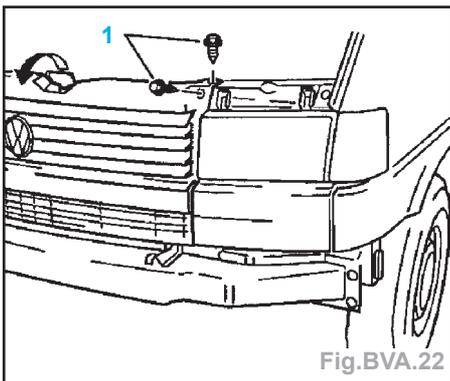

Fig.BVA.22
- Déposer les vis (1) et rabattre le radiateur vers l'avant, dans le sens de la flèche (Fig.BVA.22).